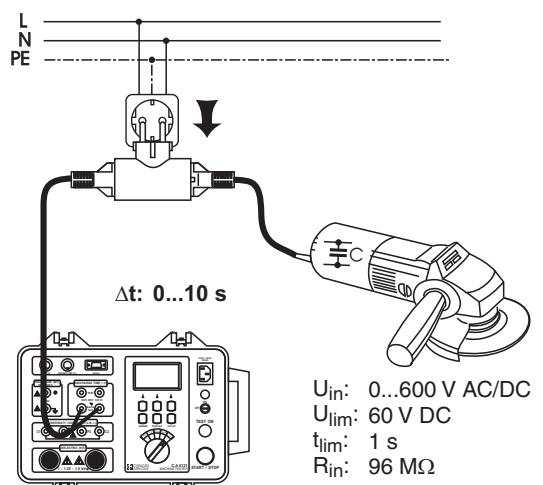

Abb. 22 - Anschluß der Prüfkabel
3. Prüfkabel wie in der folgenden Abb. 22 gezeigt an den Tester und den Prüfling anschließen. Das Zeichen  erscheint über der Anzeige der Sekunden (s) um anzugeben, daß an den MAINS TEST Eingangsbuchsen die Netzspannung anliegt.